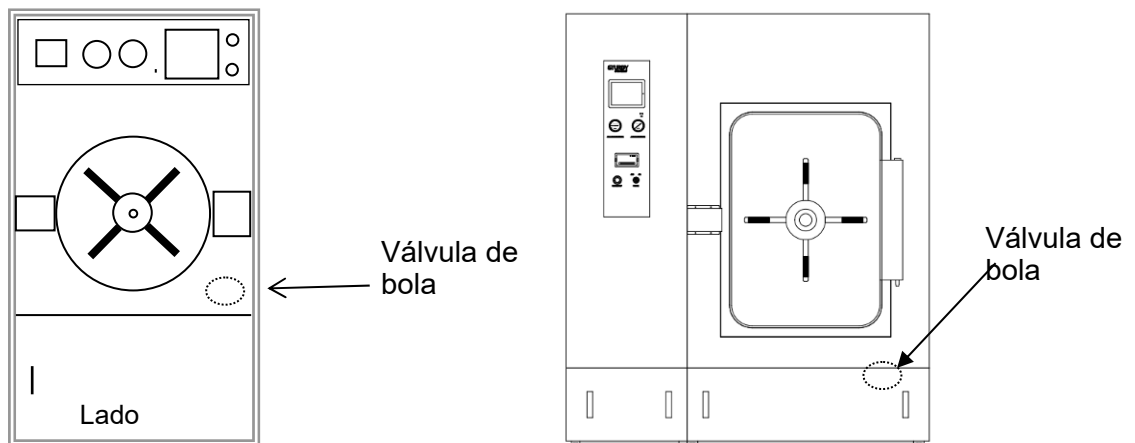

Figura 5
2. Ajuste la válvula de bola mientras se encuentra en la etapa de extracción. Consulte la Figura 5 y la Figura 6.